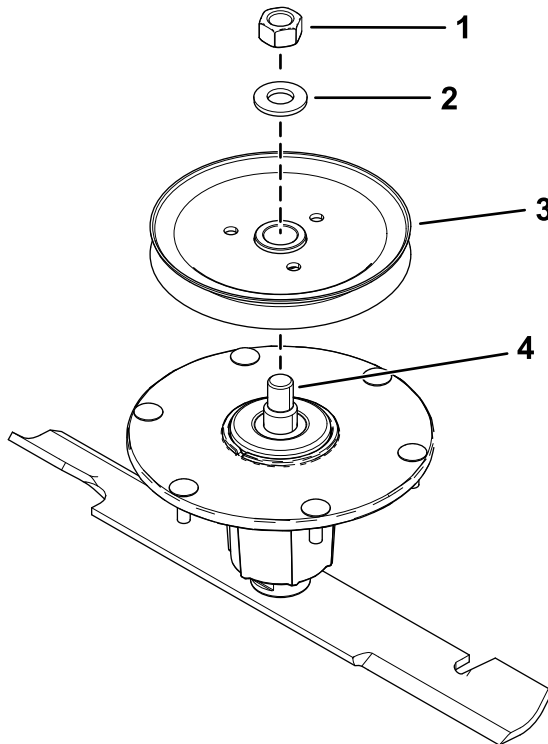

Figura 5
1. Retire la tuerca superior, la arandela y la polea del eje (Figura 5).